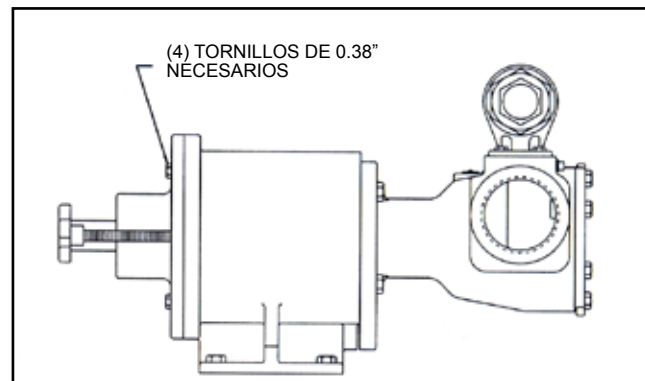

FIGURA 40
5. Instale los (4) tornillos de 0.38". Gire el eje de salida a mano para asegurarse de que la bomba gira libremente. Ver Figura 40